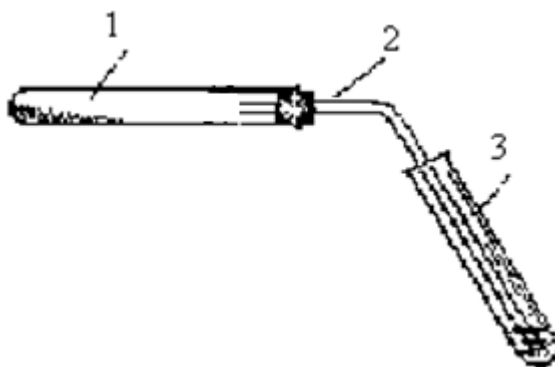

Рис. 1. Прибор для получения метана: 1 – пробирка с реакционной массой; 2 – газоотводная трубка; 3 - пробирка с бромной водой.
1.Соберите прибор для получения этилена (рис.1). Пробирку (1) закрепляют в штативе и помещают над спиртовкой.